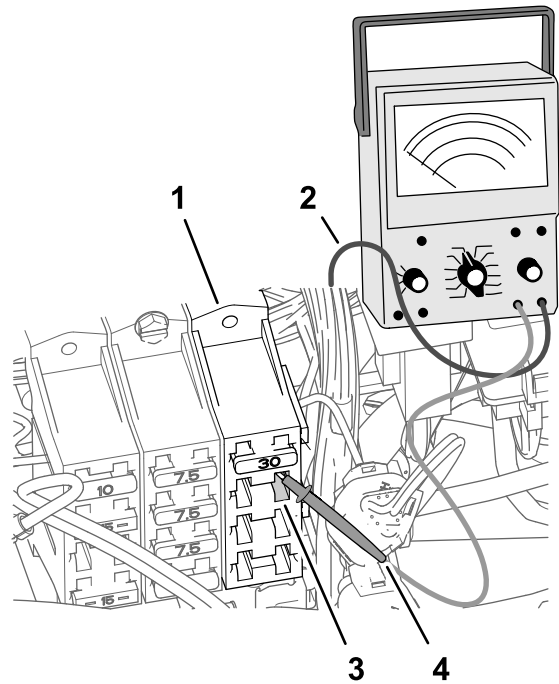

Bild 187
- Stecken Sie am Sicherungskasten 3 der Maschine die Mehrfachmessgerätsende in den Kontakt 4 (die rechte Spalte) der Sicherungsfassung 2, wie in Bild 187 abgebildet.